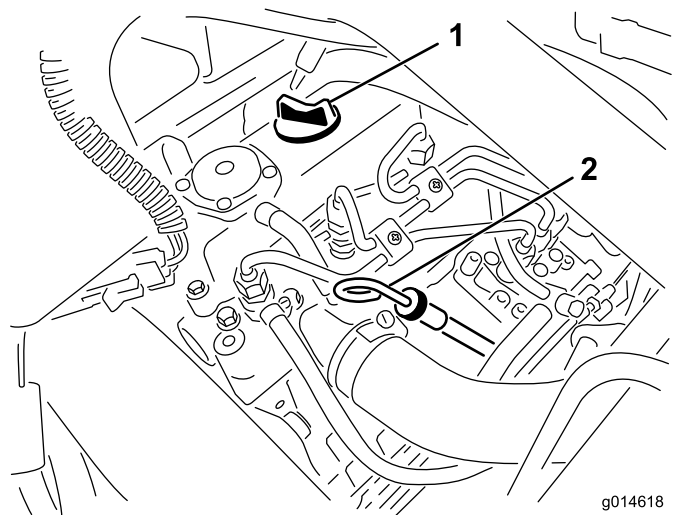

図 21
2. ディップスティックを抜きウェスで一度きれいに拭く(図 21)。